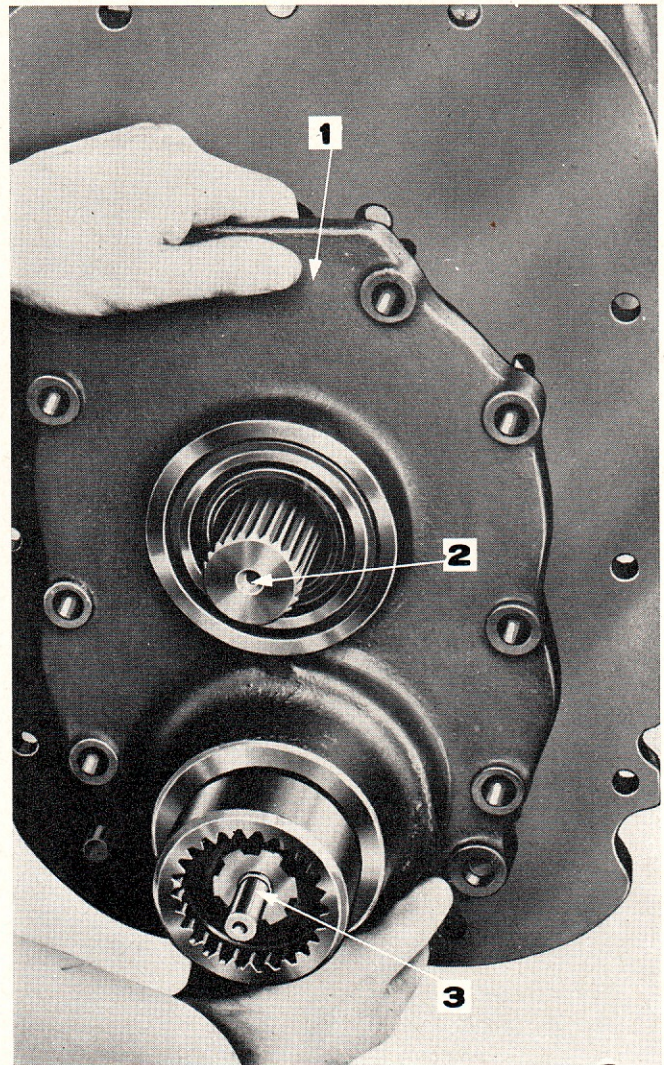

Figure 16: Dépose de la plaque-support arrière
3. Déposer la plaque-support arrière complète avec l'arbre de renvoi de prise de force (fig. 16).